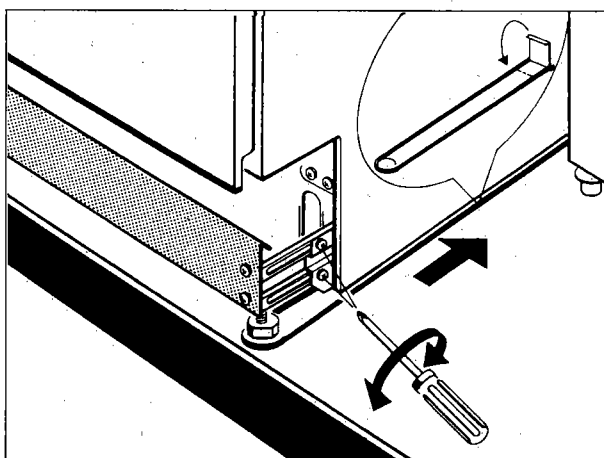

Fig. 3b
- ◆ Sockeldjupet kan om så önskas justeras mellan 100 till 30 mm (se fig. 3b).